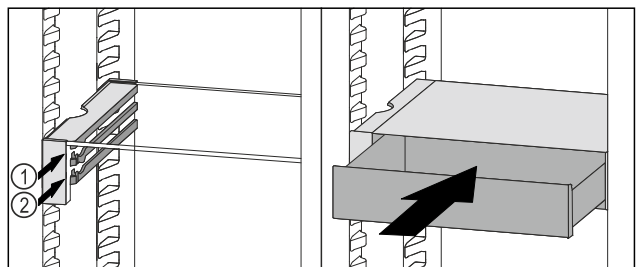

Fig. 112
- ▶ VarioSafe-Schubfach hinter den Stopperrn auf gewünschter Rippe Fig. 112 (1) oder Fig. 112 (2) aufsetzen.